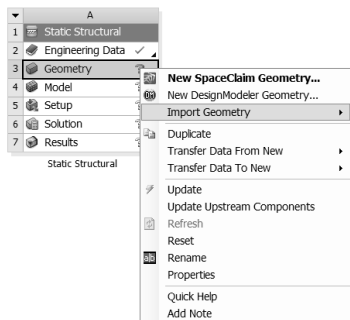

图 18-3 导入几何体
Step1 :在 A2 Geometry 上右击,在弹出的快捷菜单中选择 Import Geometry Browse 命令,如图 18-3 所示,此时会文件打开对话框。